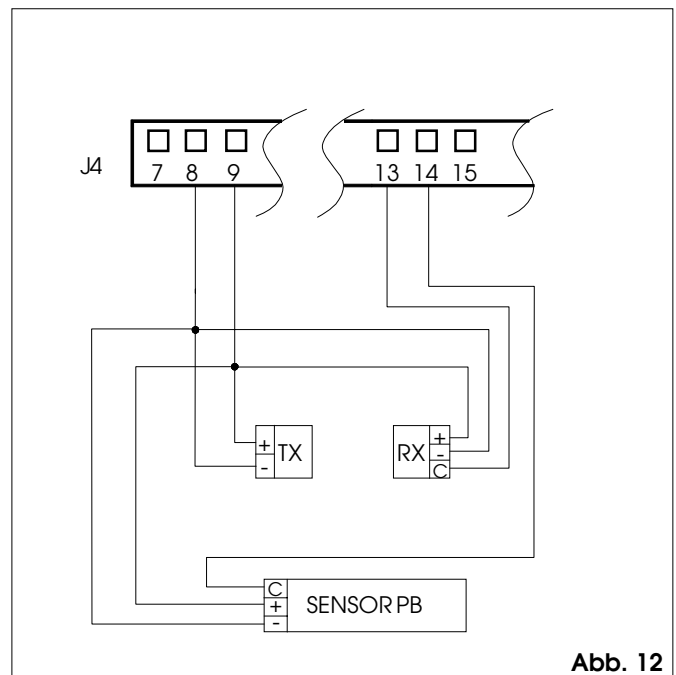

Abb. 12
- ① **Sicherung F1** 1AT/230Vac - 5x20
- ② **Stecker J1** Sekundärwicklung Transformator - Abb. 12
- ③ **Stecker J2** Schnellstecker des Wahlschalters Betriebsfunktionen Handbetrieb/Nacht, offen, Automatikbetrieb
- ④ **Stecker J3** Anschluss KP-Controller